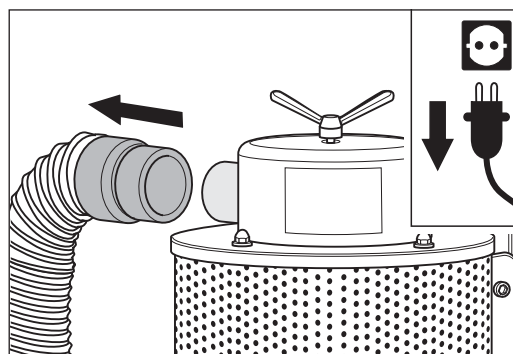

Abb. 93 Oben am Staubabscheider den Druckschlauch vom Rohrstutzen abziehen.
- 6 Ziehen Sie oben am Staubabscheider den Druckschlauch vom Rohrstutzen ab (Abb. 93).